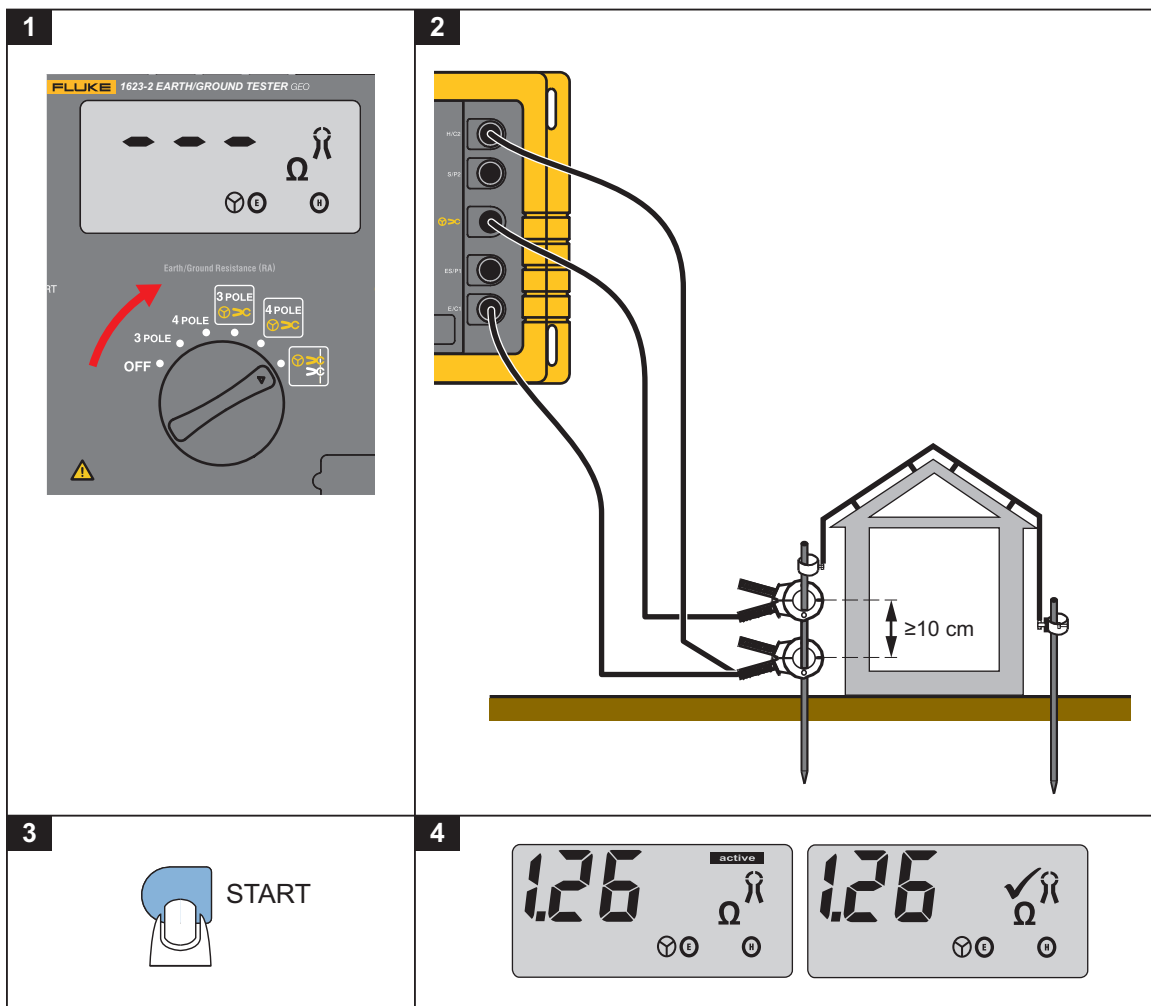

Figure 8. Mesure sans piquet des boucles de terre
1. Sélectionnez . Voir la Figure 8.